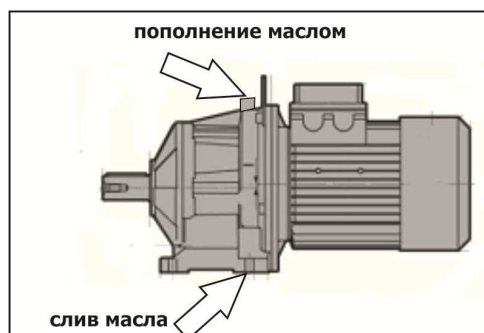
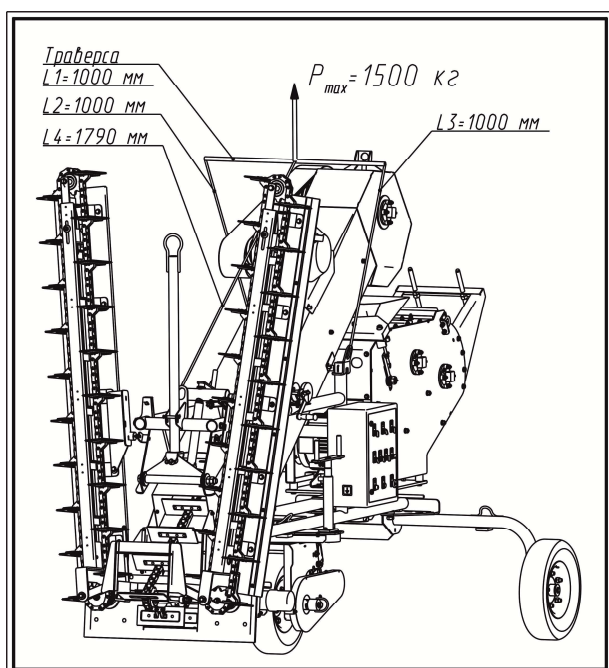

Рисунок 8.2
Рисунок 8.1 - Схема строповки зерномета
- 5) расположить мотор-редуктор, так чтобы сливное отверстие было снизу (рисунок 8.2);
Строповку машины производить согласно аппликации «Схема строповки» (рисунок 8.1). Зачаливать следует в местах обозначенных табличкой «Знак строповки» (рисунок 8.2).